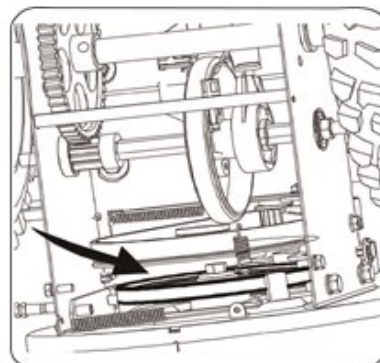

Abb. 25
5. Entfernen Sie den Riemen um die Schneckenscheibe und schieben Sie den Riemen zwischen die Halterung und die Schneckenscheibe. Installieren Sie den Keilriemen wieder, indem Sie die Anweisungen in umgekehrter Reihenfolge befolgen. Siehe Abbildung 25.